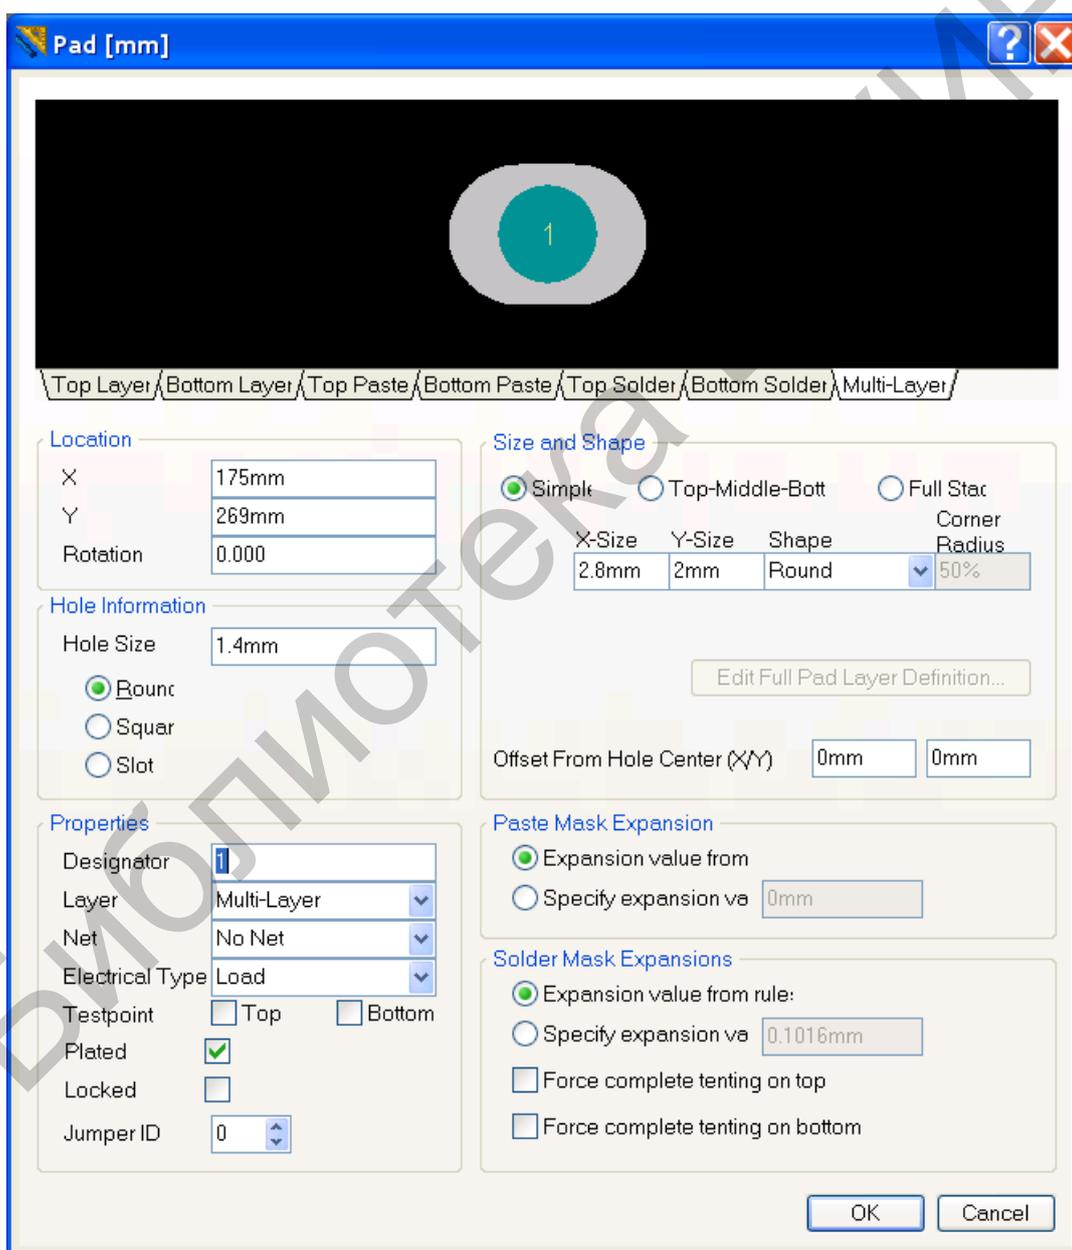

Рис. 21. Окно настройки параметров контактной площадки
1. Активизировать команду главного меню Place>Pad (горячие клавиши P, P). Перед тем, как фиксировать плавающую за курсором контактную площадку (КП) на поле графического редактора, вызвать клавишей Tab диалог редактирования ее параметров. Открывается диалоговое окно свойств контактной площадки Pad (рис. 21).
В структуру контактной площадки входят две маски – Solder Mask – маска для защиты печатных проводников от воздействия влаги и перетекания припоя при монтаже и Paste Mask – маска, по форме окон в которой выполняется трафарет для нанесения припойной пасты перед пайкой поверхностно-монтируемых (SMD) компонентов. Маски формируются на верхней и нижней сторонах платы. При настройке параметров КП есть возможность указать величину отступа краев отверстий в каждой из масок от края площадок металлизации на наружных слоях. Настройка выполняется в полях диалогового окна (см. рис. 21).